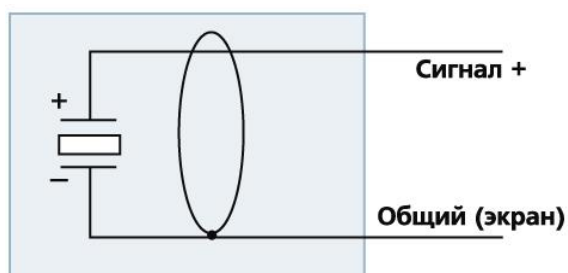
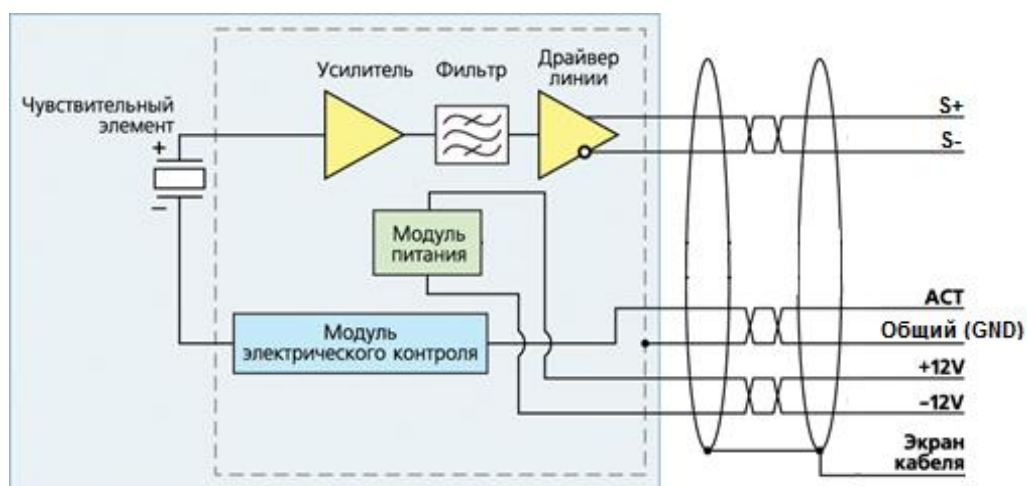

Рис. 1.2 Структурная схема гидрофонов BC 311 и ZET 321
Рис. 1.4 Структурная схема гидрофонов BC 313 и ZET 323
1.6.6 Структурные схемы гидрофонов (ВС 311, ZET 321), ВС 312, (ВС 313, ZET 323) представлены на Рис. 1.2-Рис. 1.4.